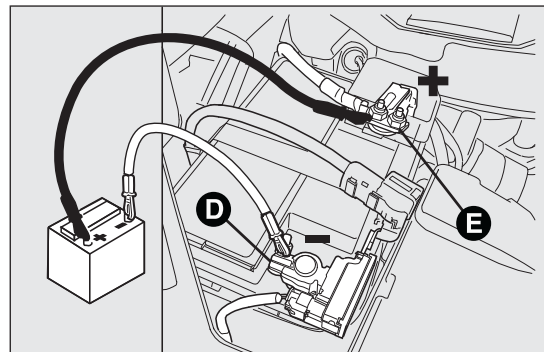

fig. 148
- brancher le câble positif de l'appareil de recharge au pôle positif de la batterie E fig. 148 et le câble négatif à la borne du capteur D ;